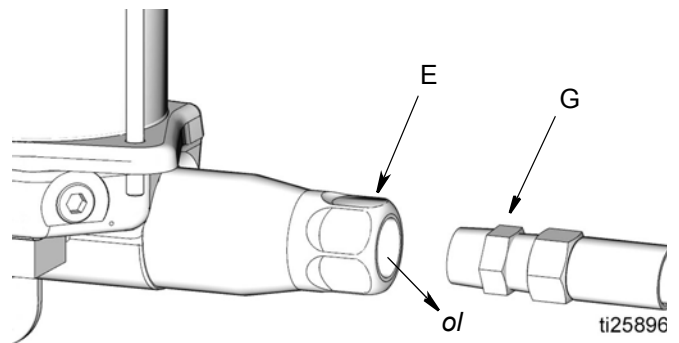

FIG. 7
3. Desconecte la línea de suministro de lubricante (G) de la salida de la bomba (E) (FIG. 7).
5. Haga funcionar la bomba unos cuantos recorridos hasta que salga aceite (ol), sin aire, por la salida de la bomba (E) (FIG. 7).